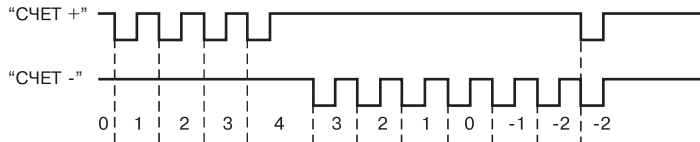

Рис. 4
- другие типы датчиков с выходным напряжением высокого уровня от 2,4 до +30 В и низкого уровня от 0 до 0,8 В (рис. 4). Входной ток при напряжении низкого уровня не превышает 15 мА.